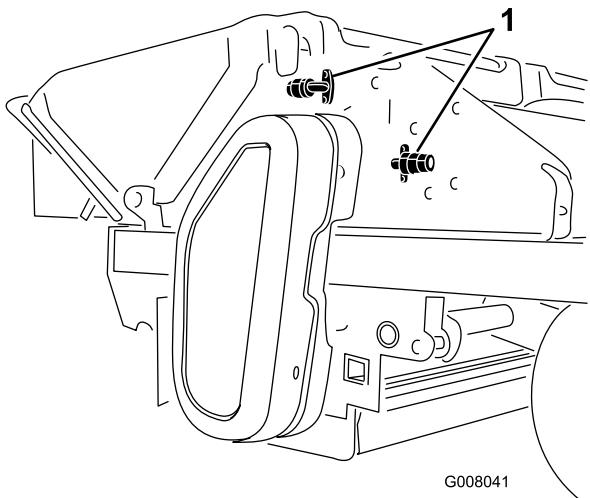

Bild 36
1. Verwenden Sie nach dem Abschluss der Arbeiten die Wasseranschlüsse (**Bild 36**) oder spritzen Sie den Häkslerbereich ab.